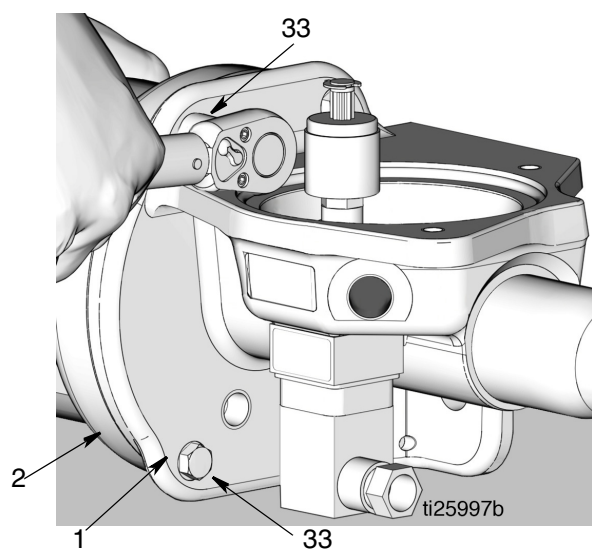

FIG. 20
15. Utilizzare una chiave a tubo da 3/8 di pollice per rimuovere le 4 viti (33) che fissano il cilindro pneumatico (2) alla base della pompa (1) (FIG. 20). Rimuovere il cilindro pneumatico dalla base della pompa.